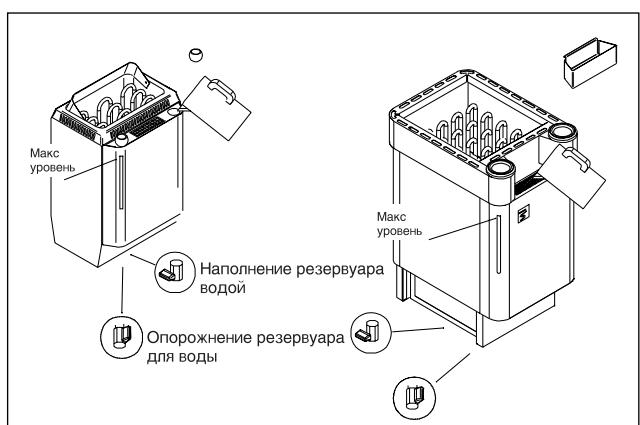

Рисунок 2. Наполнение резервуара водой и опорожнение резервуара для воды (KV-SE, T-C)
Заполните резервуар чистой бытовой водой. Максимальный объем воды, который можно заливать в резервуар, составляет около 5.5 литров. Резервуар для воды следует всегда наполнять почти полностью (минимальный объем воды составляет 4 литра), так как выключатель, контролирующий уровень воды, переключается из состояния OFF (выключено) в состояние ON (включено) при объеме воды около 4 литров. (Рисунок 2).
Поскольку сразу после использования парогенератора в резервуаре находится горячая вода, следует опорожнить резервуар после остывания воды, по прошествии нескольких часов после выключения парогенератора. (Рисунок 2).
Те каменки Combi, которые оборудованы автоматикой заполнения воды, имеют автоматическое заполнение водной емкости, если рабочий выключатель парогенератора (2) включен. Клапан опорожнения водной емкости следует закрыть и открыть запорный клапан заполнения водной емкости. См. рисунок 2 и 7.